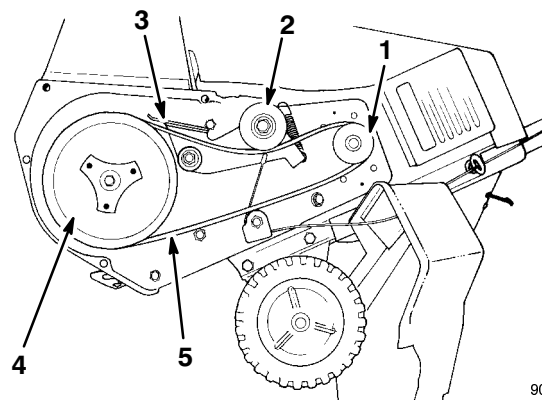

Figure 20
12. Tirez légèrement la poulie folle vers le haut tout en sortant la courroie d'entraînement. Laissez la poulie se détendre progressivement quand elle a dépassé la courroie (Fig. 20).
15. Relâchez la poulie folle et glissez la courroie au-dessous (Fig. 20).